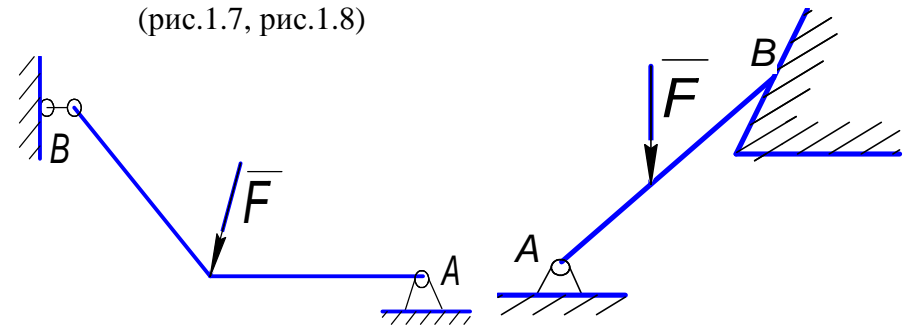
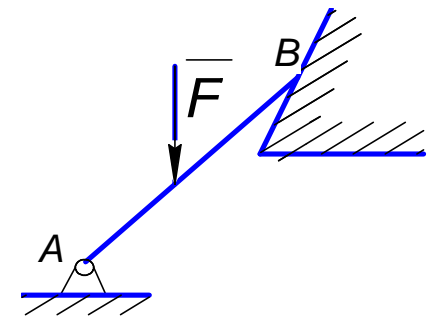

Рис.1.7.
Рис.1.8.
1.14. Пользуясь теоремой о трех силах, определите направление реакции связей в точках А и В (рис.1.7, рис.1.8)